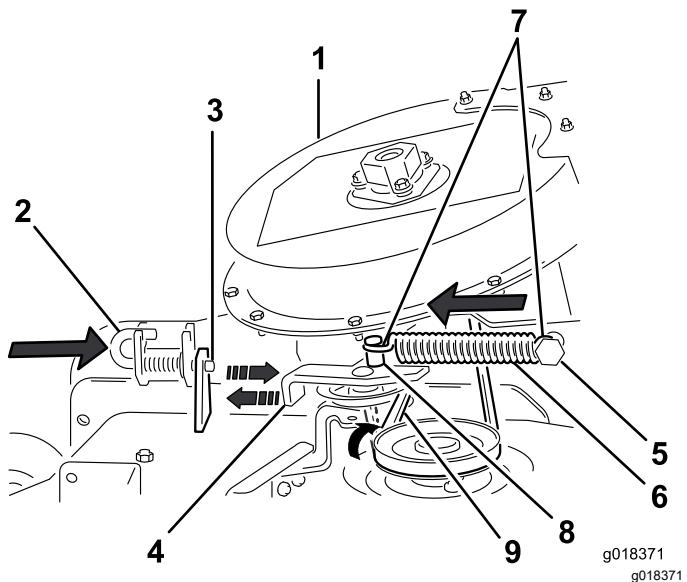

Bild 30
2. Verlegen Sie den Riemen vorübergehend unter der Spannscheibe (Bild 30).
3. Bewegen Sie die Schwenkhalterung der Spannscheibe zur starren Federstrebe und setzen die Feder ein, indem Sie den Federhaken auf der Strebe der Spannscheibenfeder ausfluchten (Bild 30).
4. Ziehen Sie die gefederte Spannscheibe von der starren Federstrebe weg und verlegen Sie den Riemen um die Riemenscheibe am Mähwerk (Bild 30).